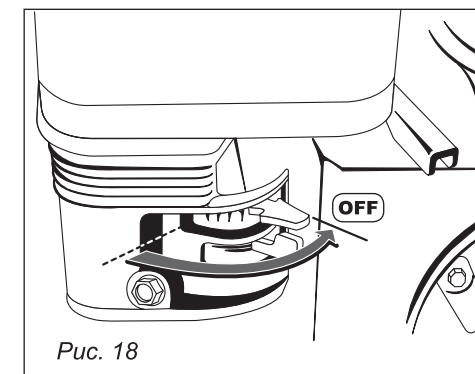

Рис. 18
7. После запуска двигателя, медленно поворачивайте ручку управления воздушной заслонкой управления в положение «OFF» (рис. 18).